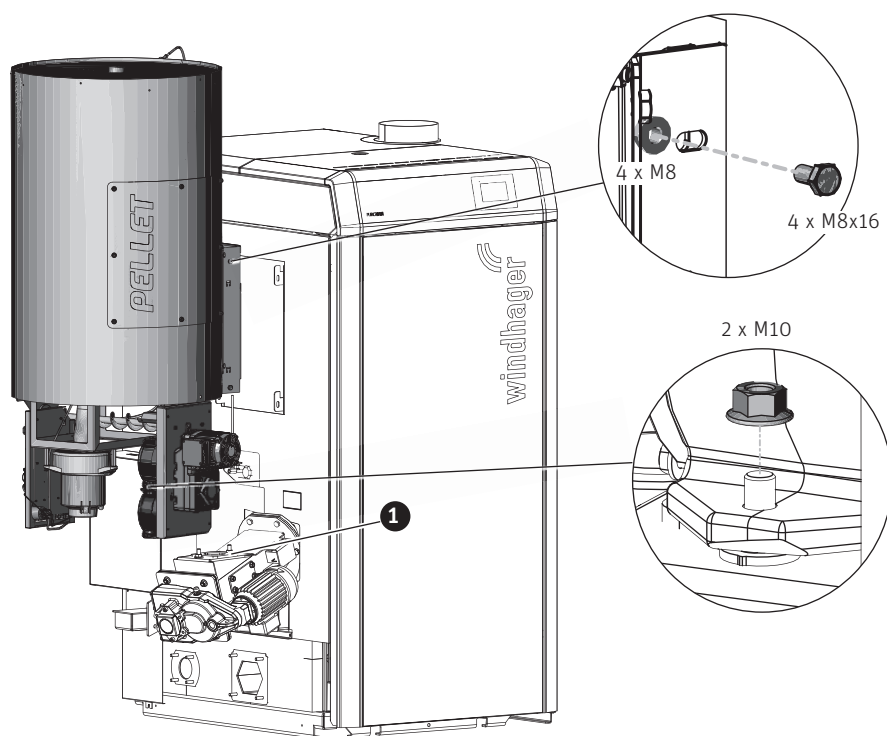

Fig.110 Montaggio della stiva
- ▶ Sollevare la stiva dal pallet e agganciarla alla consolle di sostegno sul PuroWIN e, allo stesso tempo, posizionarla sulle viti di fissaggio del gruppo coclea di dosaggio (deve essere presente la guarnizione) – Fig.110.
- ▶ Avvitare tra loro la stiva e la consolle di sostegno con 4 dadi esagonali con flangia e dentatura M8 e viti a testa esagonale M8x16 – Fig.110.
- ▶ Fissare la valvola rotativa al gruppo coclea di dosaggio con 2 dadi esagonali con flangia e dentatura M10 – Fig.110.